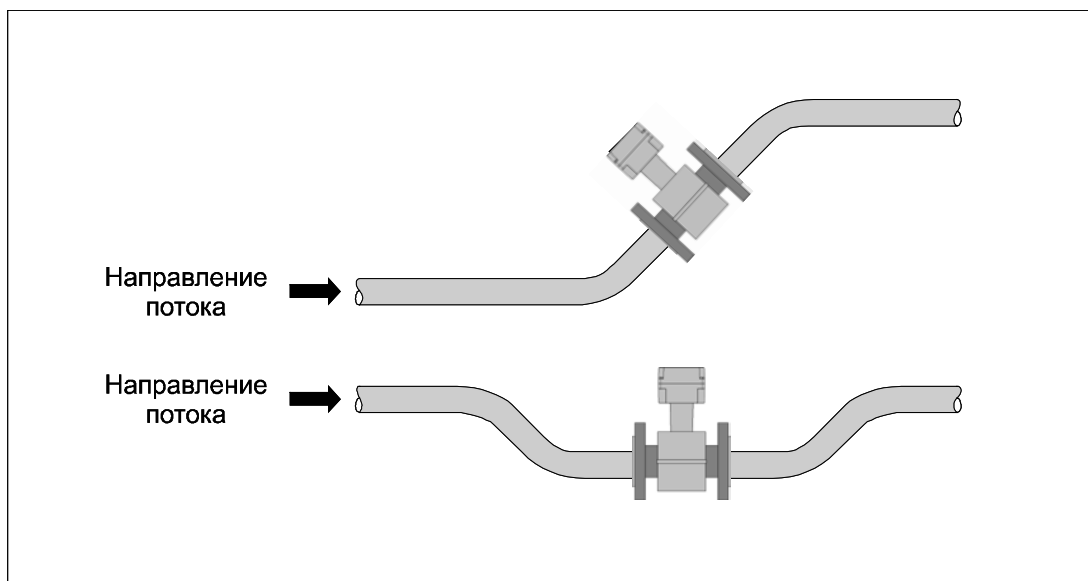

Рисунок 9 — Рекомендуемое размещение датчиков расхода при восходящей подаче жидкости и на горизонтальном трубопроводе
2.2.2.11 В случае горизонтальной установки рекомендуется размещать датчик расхода в наиболее низкой или наклонной части трубопровода (рисунок 9), где проточная часть датчика расхода будет полностью заполнена жидкостью с наибольшей вероятностью.